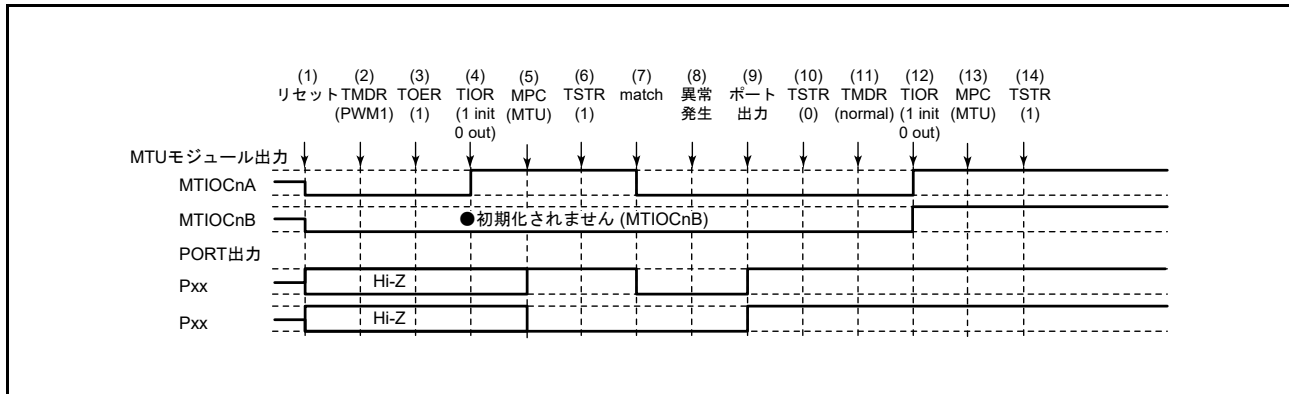

図 20.133 PWM モード 1 で異常が発生し、ノーマルモードで復帰する場合
PWM モード 1 で異常が発生し、再設定後ノーマルモードで再スタートする場合の説明図を図 20.133 に示します。
(1) ~ (10) は図 20.133 と共通です。
(11) PWM モード 1 で再スタートする場合には必要ありません。
(12) TIOR レジスタで端子を初期化してください。なお、PWM モード 1 では MTIOChB (MTIOChD) 端子に波形が出力されません。出力すべきレベルがある場合は、I/O ポートのポート方向レジスタ (PDR)、ポート出力データレジスタ (PODR) で汎用出力ポートの設定をしてください。
(13) MPC と I/O ポートのポートモードレジスタ (PMR) で MTU 出力としてください。
(14) TSTR レジスタで再スタートします。
(11) PWM モード 2 を設定します。
(12) TIOR レジスタで端子を初期化してください。なお、PWM モード 2 では周期レジスタの端子に波形が出力されません。出力すべきレベルがある場合は、I/O ポートのポート方向レジスタ (PDR)、ポート出力データレジスタ (PODR) で汎用出力ポートの設定をしてください。
(11) 位相計数モードを設定します。
(12) TIOR レジスタで端子を初期化してください。
- (11) 波形生成部の初期化のためノーマルモードを設定してください。
- (12) TIOR レジスタで PWM モード 1 の波形生成部を初期化してください。
- (13) TIOR レジスタで PWM モード 1 の波形生成部の動作を禁止してください。
- (14) TOER レジスタで MTU3、MTU4 の出力を禁止してください。
- (15) TOCR レジスタで相補 PWM モードの出力レベルと周期出力の許可 / 禁止を選択してください。
- (16) 相補 PWM モードを設定します。
- (17) TOER レジスタで MTU3、MTU4 の出力を許可してください。
- (18) MPC と I/O ポートのポートモードレジスタ (PMR) で MTU 出力としてください。
- (19) TSTR レジスタで再スタートします。